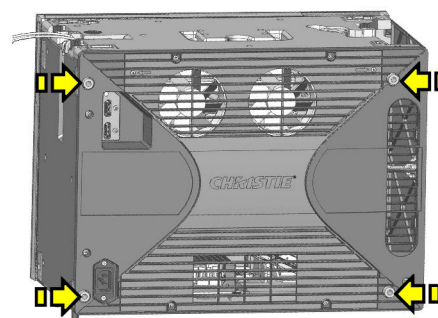

Рис. 2-9 Точки крепления
**⚠ ОПАСНО** **ОПРОКИДЫВАЮЩАЯ НАГРУЗКА!** При сборке массива высотой 2 ячейки или более необходим дополнительный крепеж для предотвращения опрокидывания — в соответствии с местными правилами и требованиями техники безопасности. Либо используйте точки фиксации на задней стенке массива (Рис. 2-9), либо зафиксируйте подставки на опорной поверхности таким образом, чтобы обеспечить поддержку каждой отдельно взятой ячейке. Для этого можно приобрести крепежные кронштейны Christie (артикул 123-107109-xx). Дополнительная информация приведена в документе *Руководство по применению и спецификации Christie® MicroTiles™* (артикул 020-100334-xx).